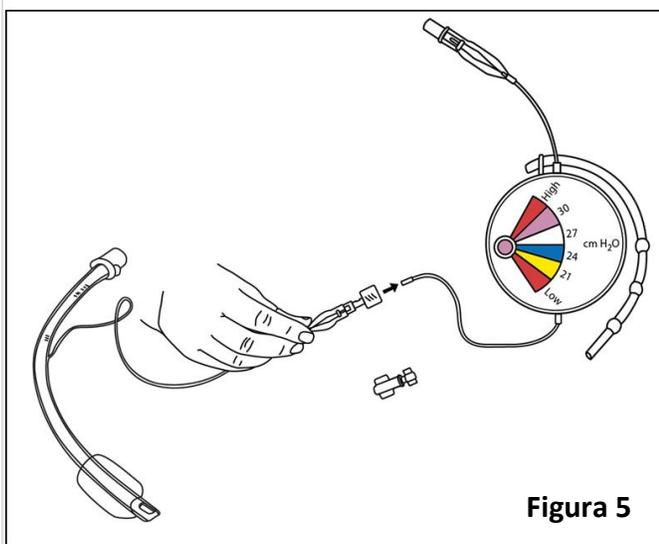

Figura 5
2.1. Quite la tapa de bloqueo del borde de la alargadera y conecte inmediatamente el Cuffix al balón piloto de ventilación con el conector del balón piloto [Figura 5].